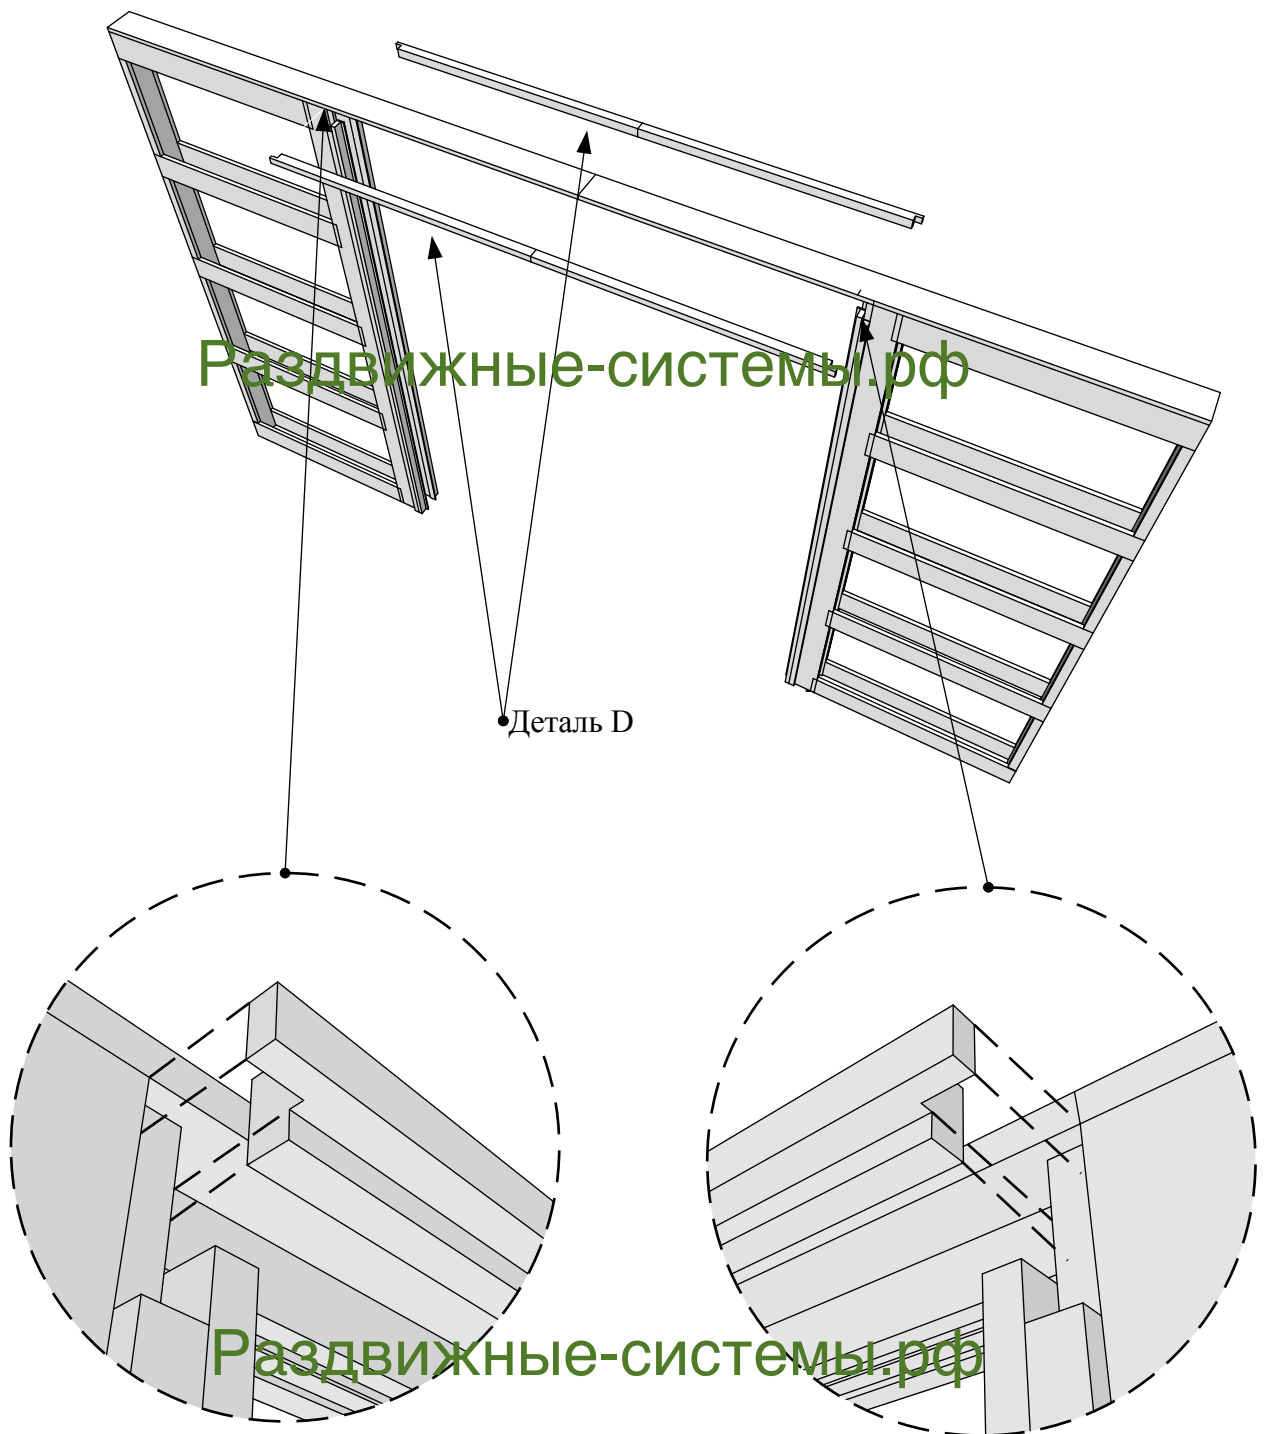

Рисунок 10
5. Полученные 2 половины каркаса закрепить соединительной пластиной и установить базы под обрамляющие элементы (Рис.10).